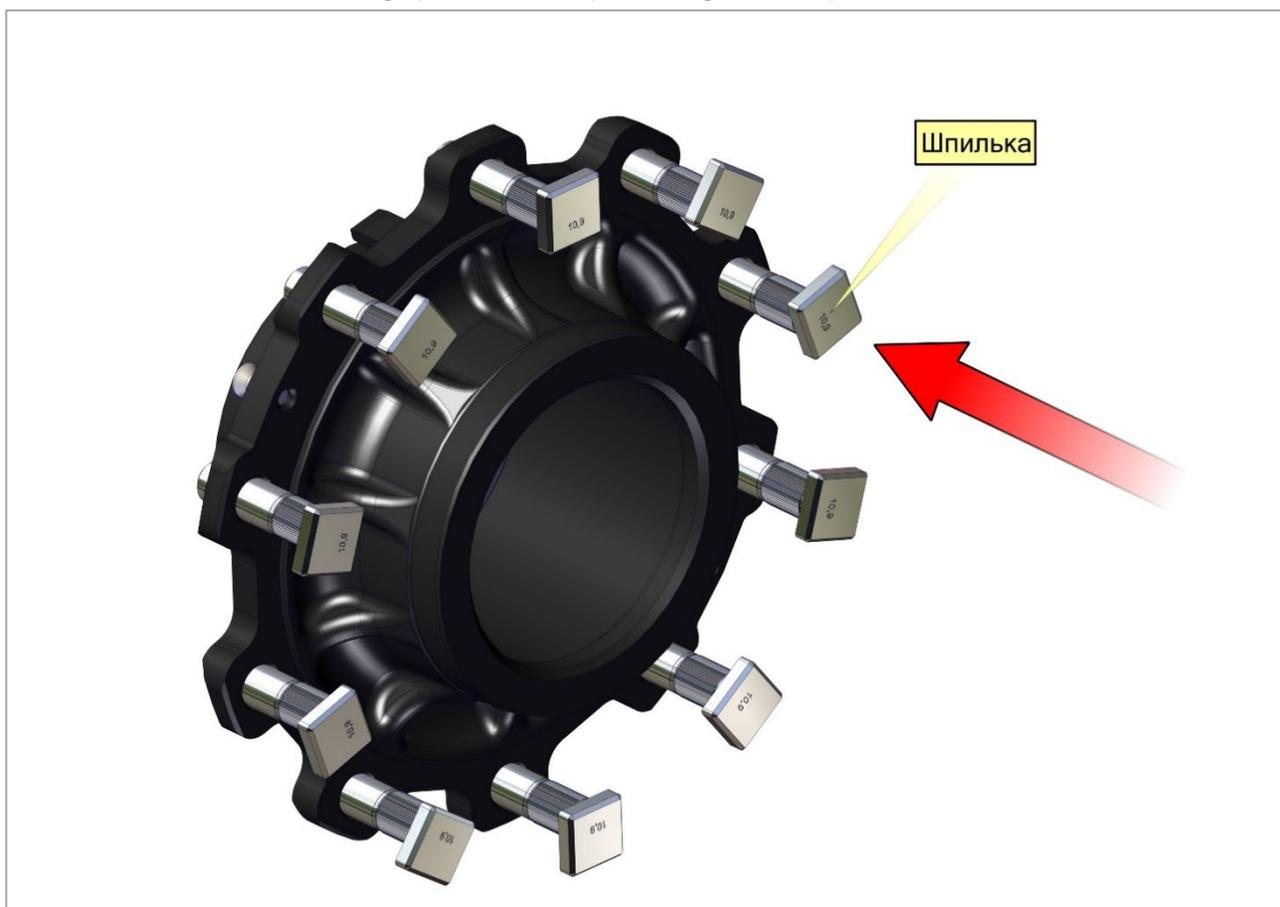

Рис. 19. Установка шпилек.
- 3) Шпильку необходимо надежно устанавливать на место, следя за тем, чтобы она располагалась под прямым углом к поверхности ступицы и точно садилась на внутренний торец ступицы (рис. 19).